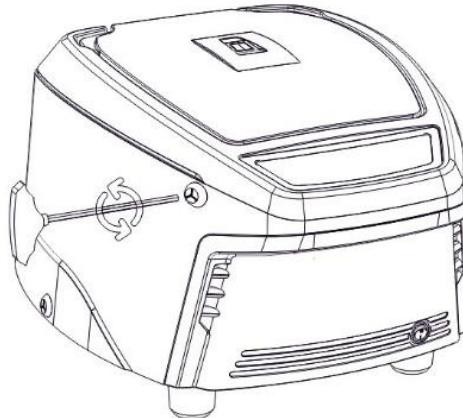

Рисунок 7
3. Вставьте Т-образный шестигранный ключ в резиновую втулку (Рисунок 7) так, чтобы он вошёл в шлицы защёлки.